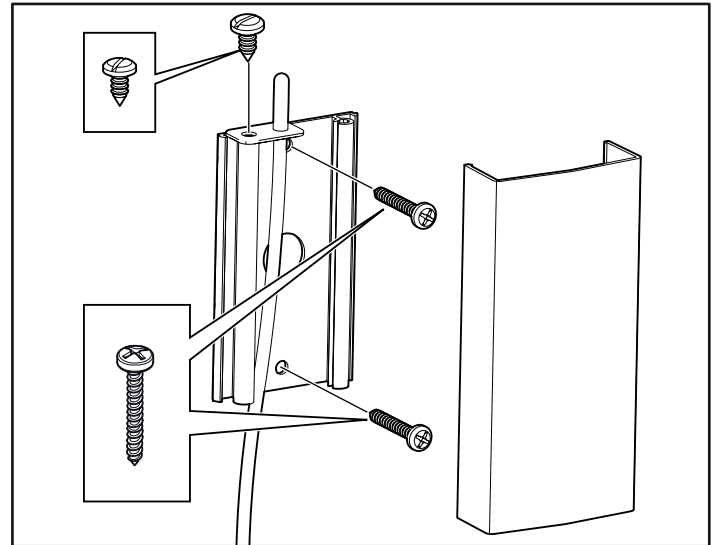
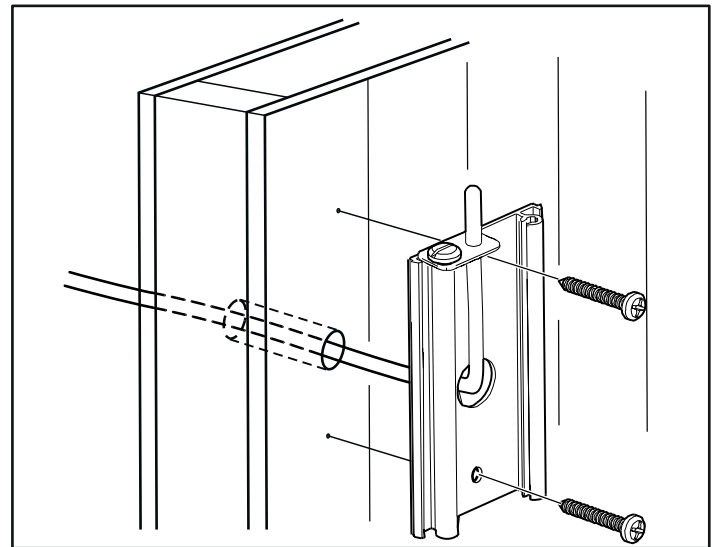

Рисунок 21: Установка датчика
Рисунок 22: Проведение проводки через стену.
3. Установите датчик на стене (см. Рис. 21). Провод термистора также можно провести через стену. Герметично заделайте все отверстия в стене за датчиком (см. Рисунок 22). Провод термистора может быть удлинен и выведен за пределы сауны, используя низковольтный провод (2-жильный).